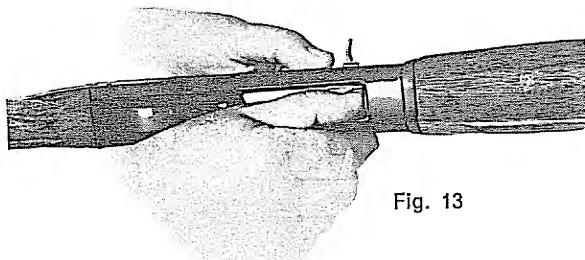

Fig. 13
- c) Lasciare libero lo svincolo e spingere a fondo col pollice destro la cartuccia nel serbatoio fino ad aggancio (fig. 13).
- c — free carrier latch button and push shell forward into magazine until it snaps past the shell latch (fig. 13).
- c — relâcher le poussoir du levier d'arrêt de l'élévateur et pousser la cartouche vers l'avant dans le tube magasin jusqu'à ce qu'elle dépasse le levier d'arrêt de cartouche (fig. 13)